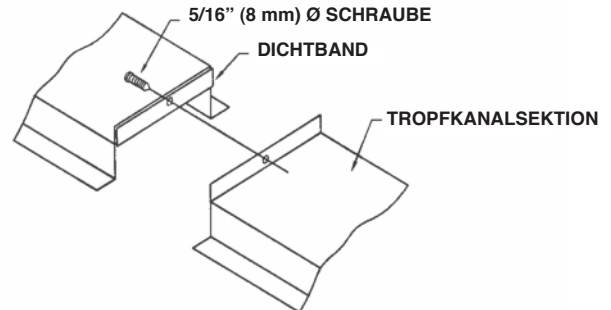

Abb. 9 – Montage Tropfkanal
10. Befestigen Sie nun die Tropfkanalsektionen Ende an Ende, indem Sie eine selbstschneidende 5/16" (8 mm) Schraube durch das Tropfkanalende mit dem größeren Bohrloch in das Tropfkanalende mit dem kleineren Bohrloch drehen. Bei Edelstahlaggregaten werden 5/16" (8 mm) hierz Schrauben, Muttern und Unterlegscheiben aus Edelstahl verwendet (siehe Abb. 9).